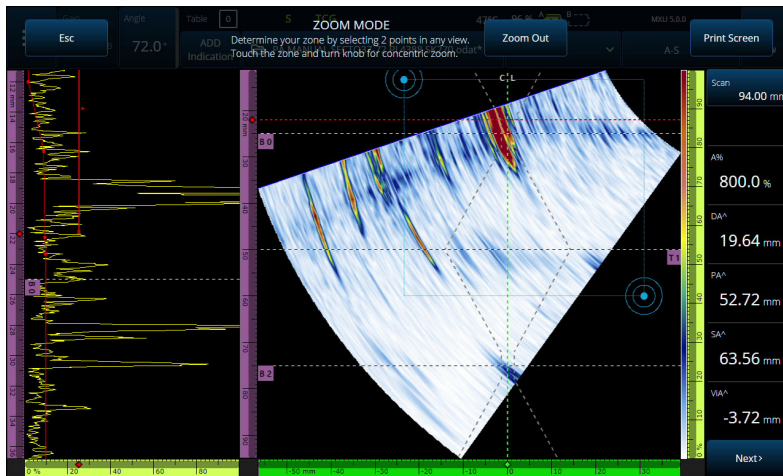

Abbildung 2-11 Zoom-Beispiel
1. Drücken Sie die Zoom-Taste (🔍), um den Zoom-Modus ein- oder auszuschalten (Abbildung 2-11 auf Seite 27).
- ◆ Drücken Sie die Zoomtaste (🔍), um den Zoom-Modus zu aktivieren (Abbildung 2-11 auf Seite 27), und tippen Sie dann auf **Print Screen** (Bildschirmkopie) auf dem Bildschirm.